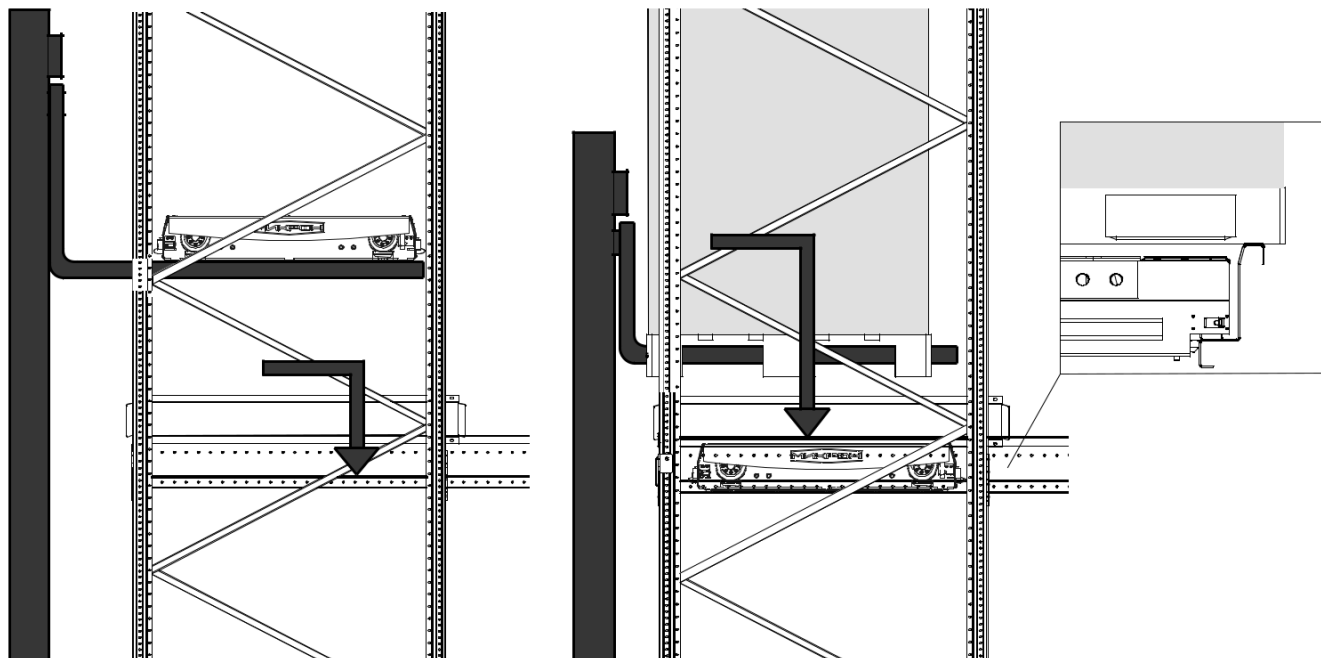

Рисунок 16 - Последовательность загрузки груза в стеллаж
- ▶ Погрузчиком ставится шаттл на нижнюю направляющую рельса, а затем загружается паллет с грузом на опорную поверхность (рис. 16).